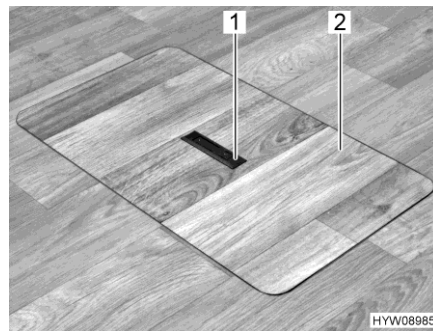
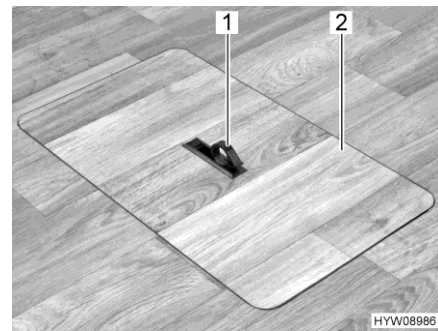

Fig. 37 Copertura per interventi di manutenzione (maniglia abbassata)
Fig. 38 Copertura per interventi di manutenzione (maniglia estratta)
- Spingere la piastra di presa (Fig. 37,1) verso il basso da un lato. La maniglia (Fig. 38,1) viene ruotata verso l'alto.
- Alzare la copertura per interventi di manutenzione (Fig. 38,2).
- Inserire la copertura per interventi di manutenzione (Fig. 38,2) nel telaio nel pavimento.